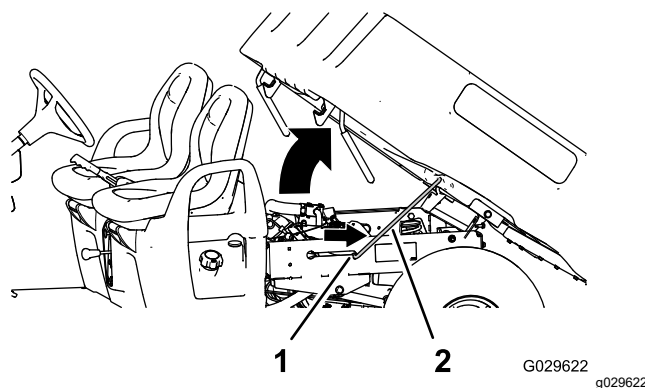

図 15
2. プロップロッドを固定スロットにはめ込んで荷台を固定する 図 15。
2. 荷台の底部のスロットにはめ込んであった支え棒を外す 図 15。
3. ラッチが確実にかかるまで荷台を降ろす 図 15。